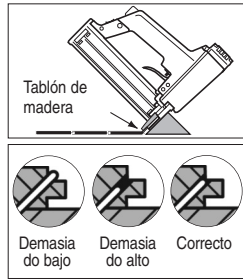

Figura 8
- Gradúe el compresor a 70 psi. Si se daña la lengüeta, reduzca la presión de aire (Figura 8).